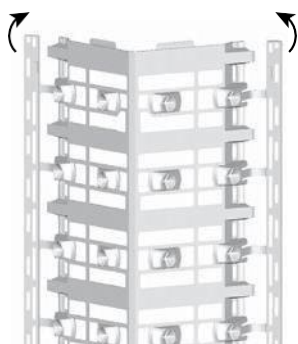

рис. 3
- Для панелей, толщина которых больше, чем зазор, предусмотрен вариант крепления с использованием монтажной полки. Для этого необходимо загнуть монтажную полку с каждой стороны и закрепить ее в соответствующих фиксаторах (рис. 3). Это позволит увеличить зазор для крепления панели.